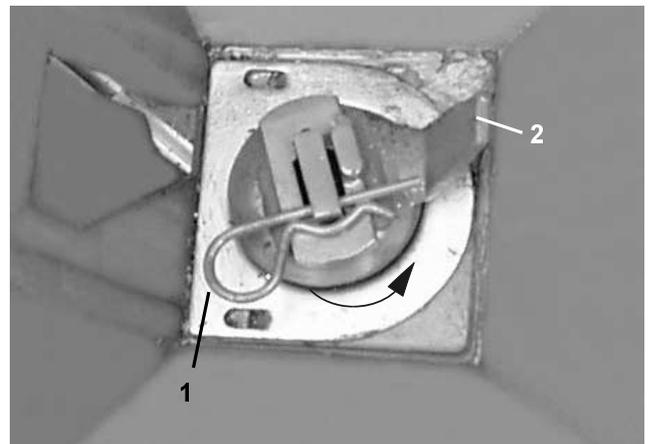

Fig. 40
- Federstecker (Fig. 40/1) herausziehen.